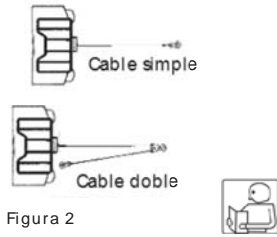

Figura 2
1. La máxima capacidad de carga de trabajo se encuentra en la capa de cable metálico más cercana al tambor. NO EXCEDA LA CARGA PERMISIBLE. NO INTENTE REALIZAR TIROS PROLONGADOS BAJO CARGAS PESADAS. La sobrecarga puede dañar el cabrestante y/o el cable metálico y así crear condiciones de operación riesgosas. PARA CARGAS QUE EXCEDAN EL 50% DE LA CAPACIDAD NOMINAL, RECOMENDAMOS EL USO DE UNA POLEA DIFERENCIAL OPCIONAL PARA FORMAR UN CABLE METÁLICO DOBLE (Figura 2). Esto reduce la carga en el cabrestante y el esfuerzo en el cable metálico en aproximadamente 50%. Sujete el gancho a la parte que lleva la carga. El motor del vehículo debe estar encendido mientras el cabrestante está en funcionamiento. Si se hace funcionar el cabrestante de manera considerable con el motor apagado, es posible que la batería no tenga la fuerza suficiente para volver a encender el motor.